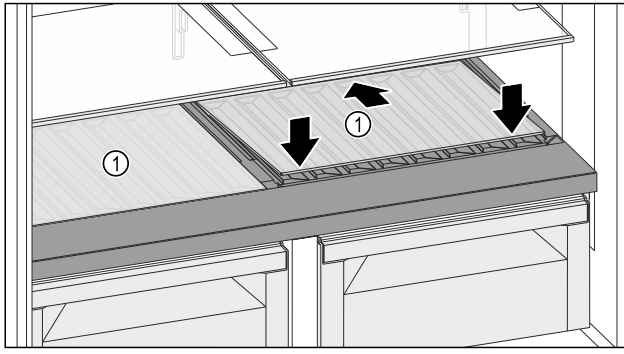

Fig. 124
- Cam rafı Fig. 124 (1) eğri bir şekilde ve arka aşağıya doğru eğimli olarak yerleştirin.
- Cam rafı Fig. 124 (1) önde indirin.